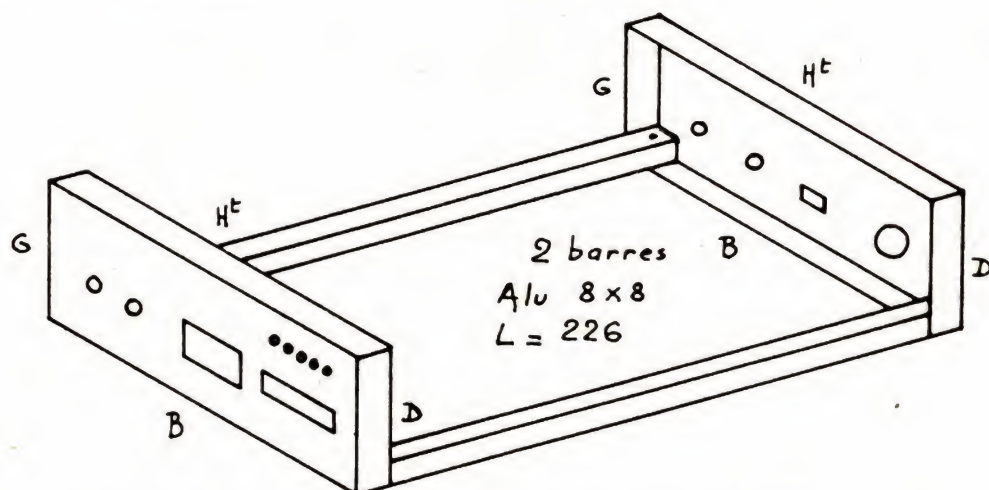

Fig. 5. - Le boîtier. Faces avant et arrière (alu 15/10). Liaisons des faces avec 2 règles.
Les deux faces sont confectionnées en tôle d'aluminium de l'épaisseur de celle qui a servi à la réalisation du DMV2. La figure 5 donne les cotes de traçage vues de l'in-
- Prendre un P_{16} de Radiohm, à axe plastique de 4 mm. C'est un modèle courant. Toutefois la hauteur du modèle à picots pour CI est supérieure à celle du P_{11} . On pourra améliorer un peu les choses en retouchant les picots à la lime douce, de manière à ce que le prolongement de piste en bakélite vienne en appui sur P, mais même dans ces conditions, l'axe se trouve encore à 11 mm au-dessus de P, soit à $11 + 1,6 + 8 = 20,6$ mm au-dessus du rebord inférieur de la face avant (arrondis à 21 mm) au lieu des 16 mm prévus (voir figure 5). Le trou de passage doit donc être déporté vers le haut de 5 mm. On s'en accommodera !!